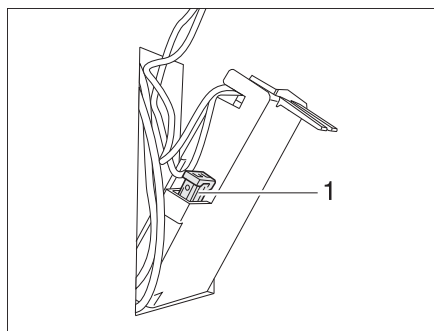

Fig. 99 Fusibile della toilette Thetford
- Sostituire il fusibile (Fig. 99,1).